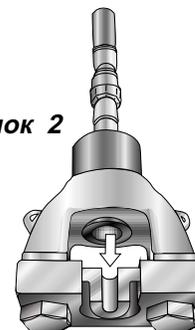

Рисунок 2
2. Вставьте U-образное кольцо, поддерживающее гайку, в опорную пластину гидроцилиндра как показано на рис. 2.